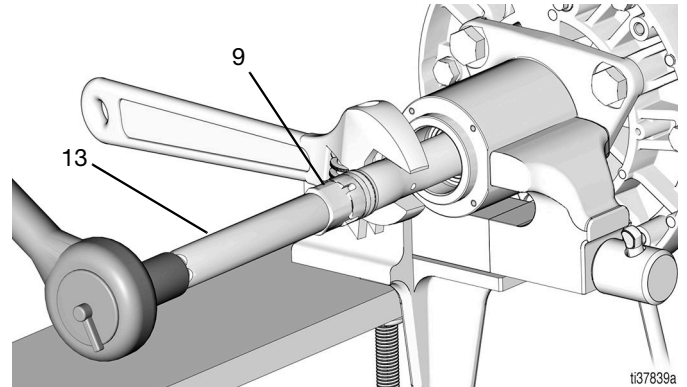

Рис. 27
10. Установите на место поршень для жидкости (9) и соединительный шток (13), для этого наденьте гаечный ключ на лыски штока поршневого насоса, а торцевой ключ на 15/16 дюйм. — на соединительный шток (13), а затем затяните соединение (момент затяжки 189,8–216,9 Н•м / 140–160 фут.-фунт.) (Рис. 27).